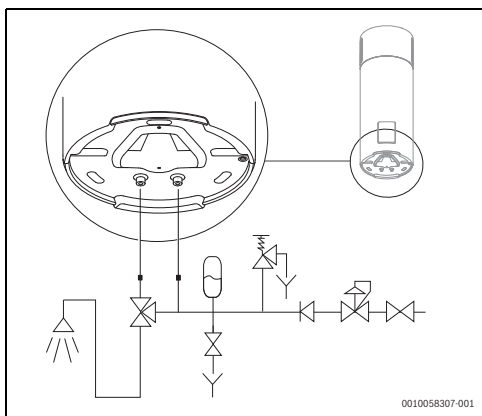

Fig. 20 Collegamenti dell'alimentazione acqua
È obbligatorio per l'installatore del sistema montare una valvola di sicurezza da 8 bar sul tubo di alimentazione dell'acqua fredda (Fig. 20).
Lo scarico collegato alla valvola di sicurezza deve essere installato su una pendenza discendente. Deve inoltre essere installato in un luogo protetto contro la formazione di ghiaccio (Fig. 20).
Non chiudere mai la valvola di intercettazione dell'acqua durante il funzionamento. (→ fig. 20, pagina 21).
- ▶ Installare un vaso d'espansione¹⁾ (→ fig. 20) per evitare che la valvola di sicurezza si apra troppo frequentemente.